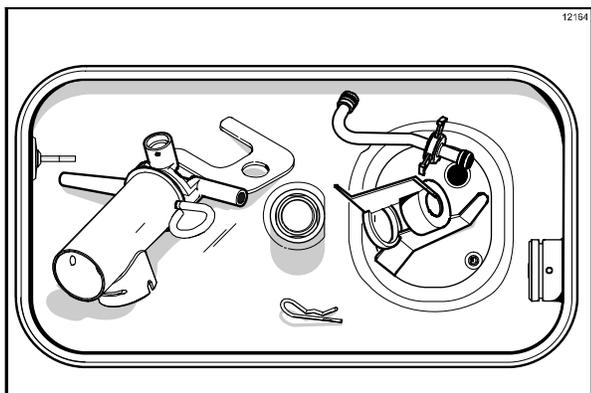

図154
12. 組み立てたポンプ、ポンプクリップ、ロッキングピン、及びアジテーターを、殺菌のためホッパーの底に置きます(図154を参照)。